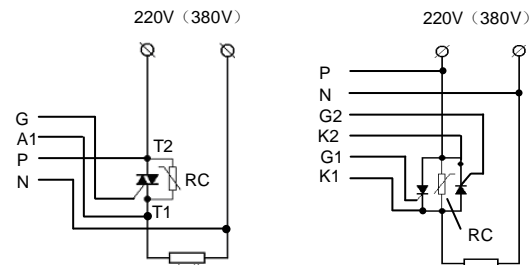

图 17 C2 型接线
1. C2 型单路触发器采用传统触发方式，需要接同步信号线，触发有极性要求，请严格参照前文图 17 接线图连接。